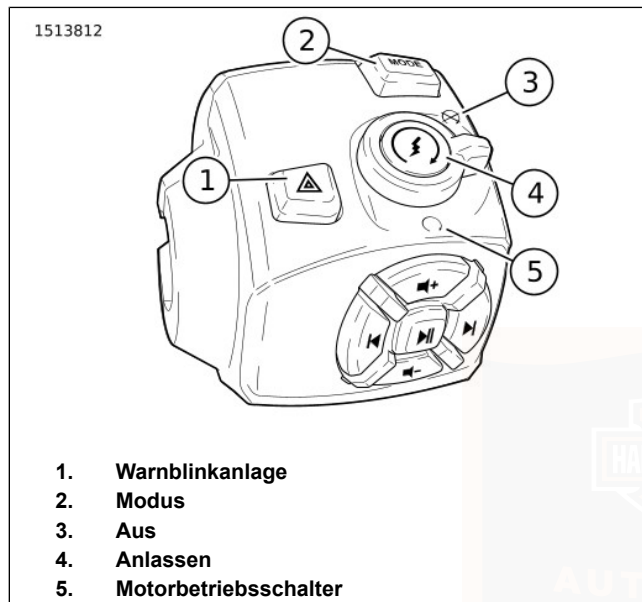

Abbildung 41. RHCM – oben
Siehe Abbildung 41. Der Warnblinkerschalter (1) dient zur dauerhaften Aktivierung des Vierfach-Warnblinkers bei einem liegengebliebenen Motorrad. Mithilfe der Warnlinker kann das Motorrad mit ausgeschalteter Zündung zurückgelassen werden, bis Hilfe geholt wird.
Siehe Abbildung 41. Die Modustaste (2) drücken, um den Fahrmodus zu ändern.
Siehe Abbildung 41. Den Motorbetriebsschalter in Stellung OFF (AUS) (3) drücken, um den Motor abzustellen.
Siehe Abbildung 41. Den Motorbetriebsschalter in Stellung RUN (BETRIEB) (5) drücken, damit der Motor starten und laufen kann. Der Motorbetriebsschalter muss sich in der Stellung RUN (BETRIEB) befinden, damit der Motor angelassen und betrieben werden kann.
Siehe Abbildung 41. Den Motorbetriebsschalter in Stellung RUN (BETRIEB) (5) drücken, damit der Motor starten kann.
1. Den Motorbetriebsschalter in die BETRIEB-Stellung bringen (5). Das Getriebe in den Leerlauf schalten. Die (grüne) Leerlauf-Kontrollleuchte leuchtet auf. Siehe FUNKTIONSWEISE > ANLASSEN DES MOTORS (Seite 130) >.
2. Den Anlasser durch Drücken des Anlasserschalters (4) betätigen.